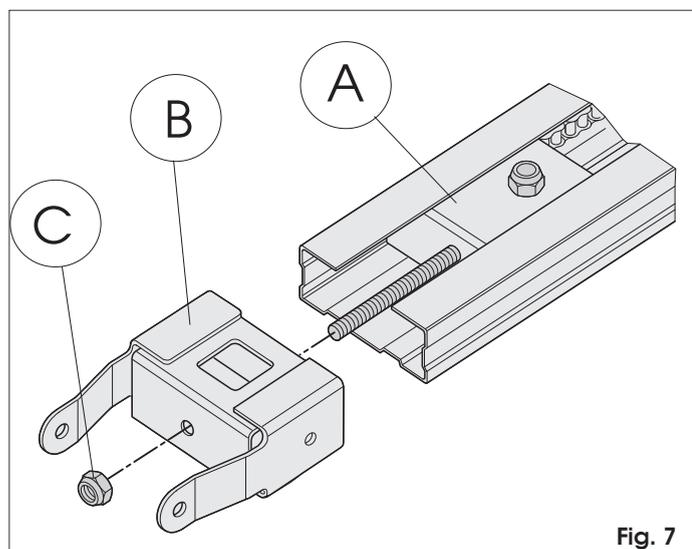

Fig. 7
- 2) Die Umlenkung auf der ganzen Gleitführung entlang (Abb. 7 Bez. A) bis in die Nähe des vorderen Endverschlusses entgegen der Zugkupplungsgruppe schieben.
- 3) Die vordere Befestigung (Abb. 7 Bez. B) an der Umlenkung montieren (Abb. 7 Bez. A).
- 4) Die Kette leicht spannen und hierzu die Mutter anschrauben (Abb. 7 Bez. C).